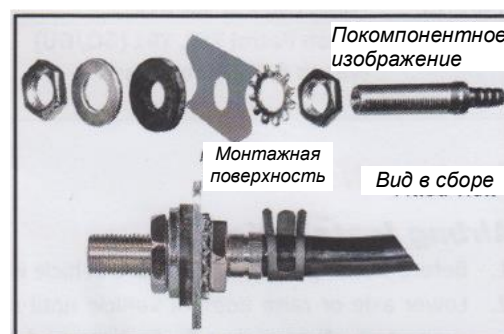

Рис. 2: Узел клапана для накачивания
13. Чтобы разрезать воздуховод, используйте стандартный труборез, лезвие бритвы или очень острый нож. Ровный срез под прямым углом дает гарантию от протечек. Разрежьте воздуховод на две равные части. Просверлите отверстия 5/16" (8 мм) под клапаны для накачивания и установите, как показано на рисунке. Резиновая шайба снаружи служит герметизирующей прокладкой для защиты от атмосферных воздействий (рис. 2).